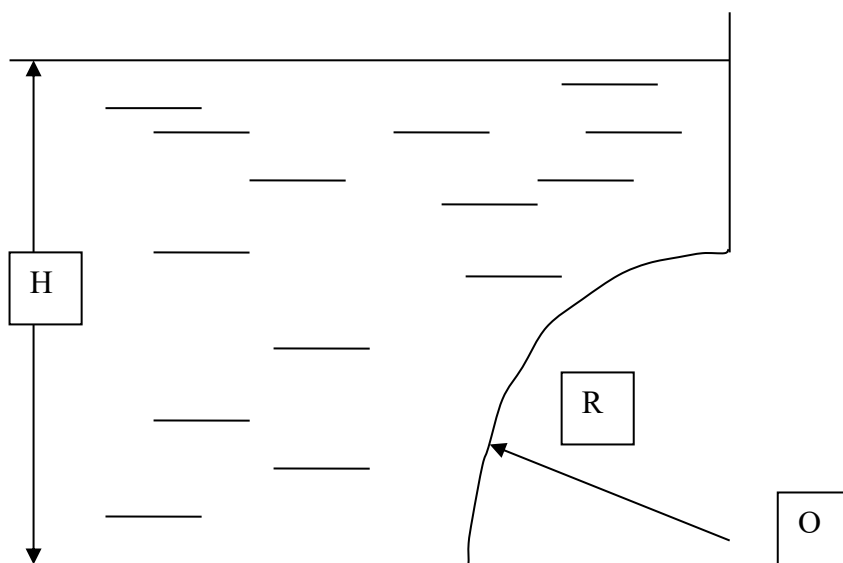

Рис. 5
**Задача 6.** Определить силу давления нефти  $P$  на цилиндрическую стенку резервуара и угол наклона  $\alpha$  линии действия этой силы к горизонту, если радиус стенки  $R = 800$  мм, ширина стенки  $B = 3$  м, высота нефти в резервуаре  $H = 2$  м, плотность нефти  $\rho = 900$  кг/м3. Рис. 5.